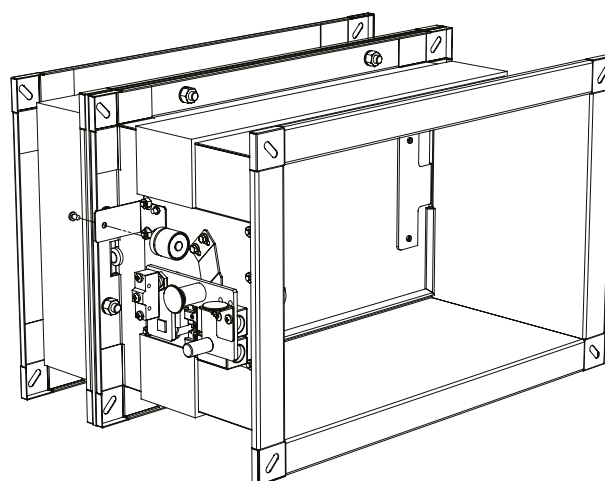

FIG. 21 Estrazione magnete
- 3 - Svitare la vite di fissaggio del magnete (FIG. 21);